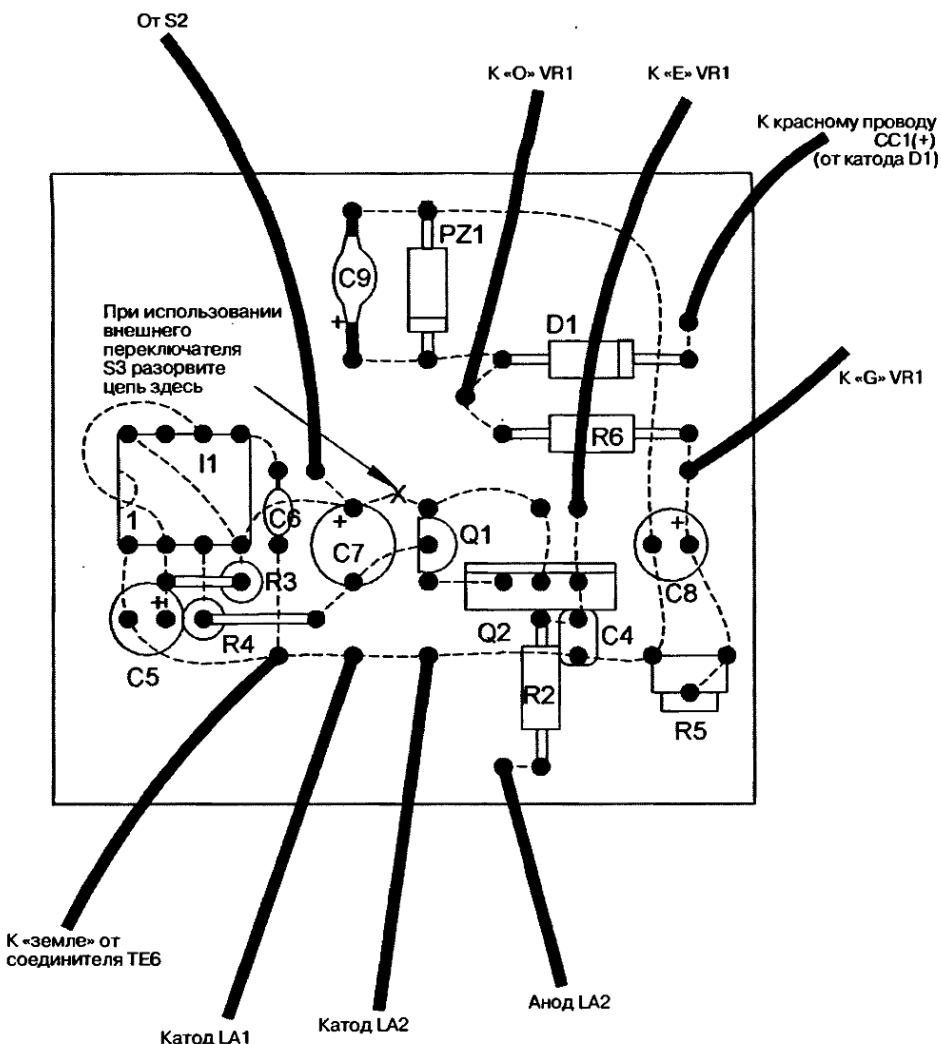
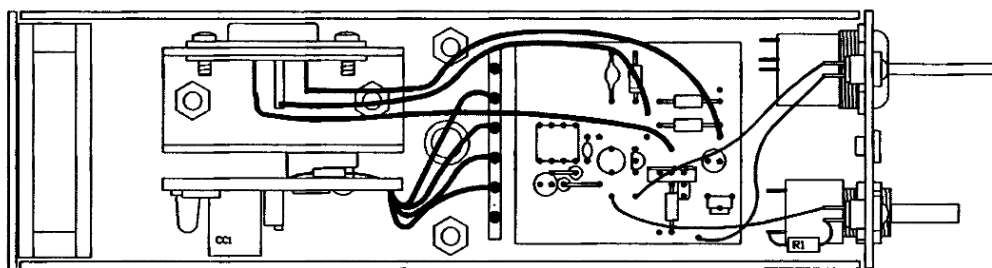

Рис. 9.3. Увеличенное изображение сборочной платы
Рис. 9.6. Первый этап соединений диодного лазера
Все этапы сборки показаны на рис. 9.3–9.10, рекомендуется следовать им как можно точнее. Предполагается, что вы подготовите необходимые детали, затем примерите их и изготовите шасси по мере выполнения работ. Этапы сборки следующие:
1. Вставьте компоненты в отверстия печатной платы (рис. 9.3), используя их выводы в качестве точек соединения, показанных пунктирной линией. Постарайтесь следовать чертежу и использовать именно нужные отверстия для соединения по схеме. Обращайте внимание на полярность элементов там, где она показана, избегайте соединений с возможностью коротких замыканий, холодной пайки, мостов при пайке и замыканий проводов. Разные стадии соединений показаны на рис. 9.6–9.8.
5. Выполните оставшиеся соединения проводов, как показано на рис. 9.6–9.8.